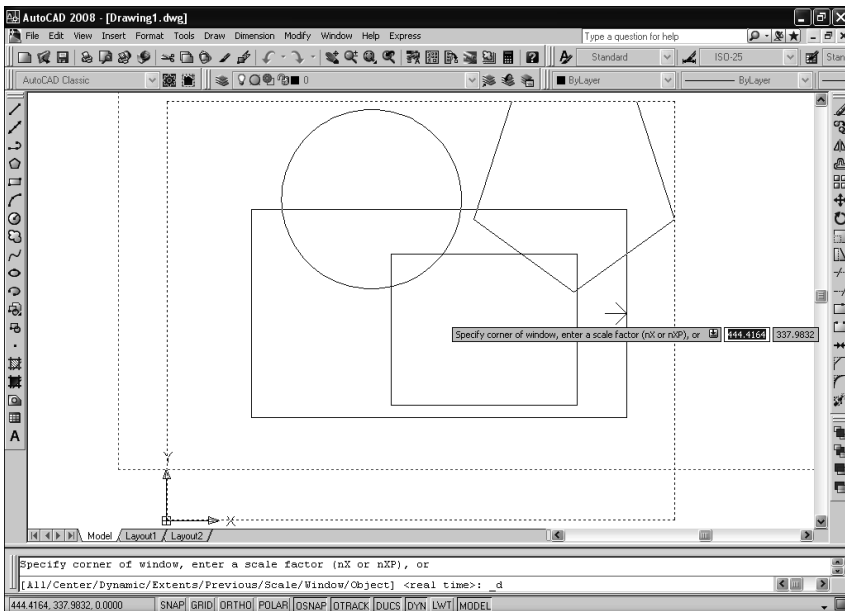

Рис. 3.7. Визир динамического масштабирования видового экрана в режиме изменения размеров
3. Переместите визир в нужное место экрана и щелкните мышью. Вместо перекрестия в центре возле правой границы визира появится стрелка (рис. 3.7). Это означает, что команда **ZOOM** (ПОКАЗАТЬ) переключилась в режим изменения размеров визира.